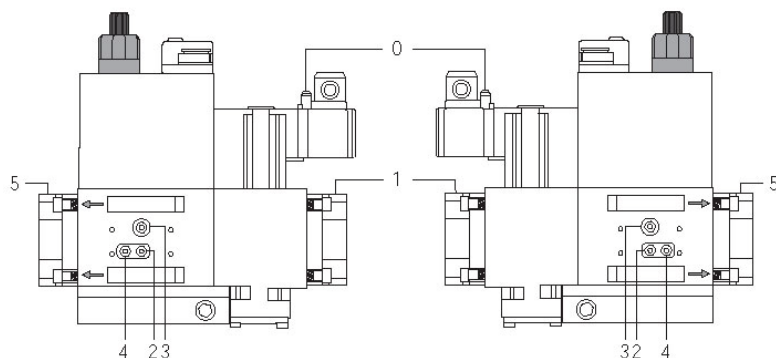

Fig. 25
- Limpie y controle de los filtros de las valvulas de gas (Fig. 25 y siguientes)